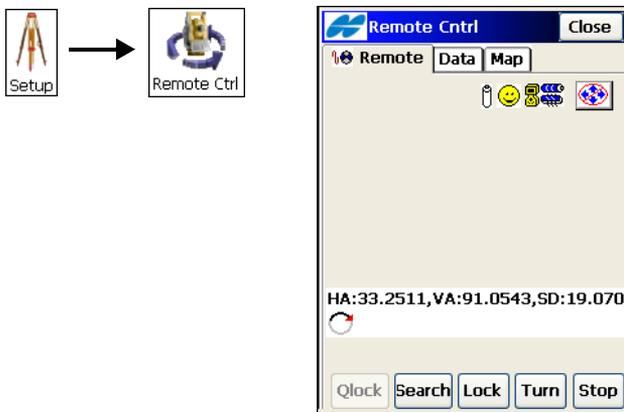

Abbildung 8-45. Fernbedienung
1. Tippen Sie auf **Stationierung** ► **Fernbedienung** (Abbildung 8-45).
2. Im Fenster **Fernbedienung** können Sie das Instrument nach dem Ziel suchen lassen (Schaltfläche **Suche**), das Ziel erfassen (Schaltfläche **Lock**), die Drehung anhalten (Schaltfläche **Stop**) und das Instrument auf einen bestimmten Winkel drehen (Schaltfläche **Drehe**) (Abbildung 8-45).